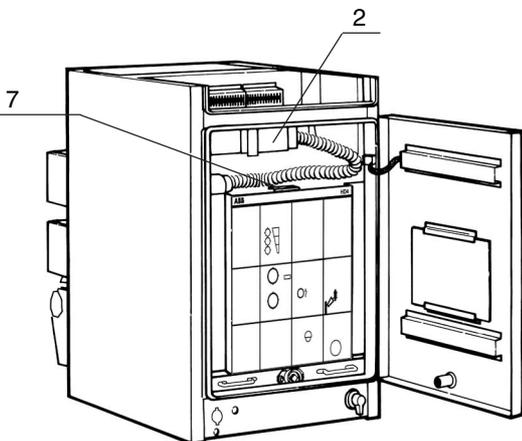
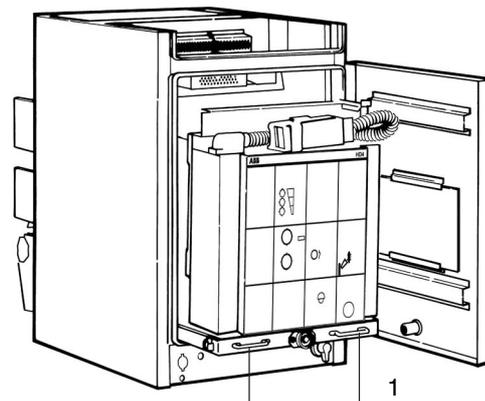

Fig. 21
Fig. 22
- (2) Passaggio dalla posizione di “sezionato in prova” a quella di “sezionato”
- Estrarre manualmente il connettore mobile (2) dal corrispondente fisso e sistemarlo sul gancio (7) presente sul coperchio dell'interruttore (fig. 21).
- (3) Passaggio dalla posizione “sezionato” a “estratto”
- Impugnare le maniglie (1), spingerle lateralmente l'una verso l'altra e contemporaneamente estrarre l'interruttore dal contenitore sistemandolo su apposito carrello (fig. 22).
- (2) Change-over from the “isolated for test” to the “isolated” position
- Manually withdraw the mobile connector (2) from the corresponding fixed connector and attach it to the hook (7) located on the circuit-breaker cover (fig. 21).
- (3) Change-over from the “isolated” to the “withdrawn” position
- Grasp the handles (1), push them towards each other and simultaneously withdraw the circuit-breaker from the enclosure and place it on a suitable truck (fig. 22).